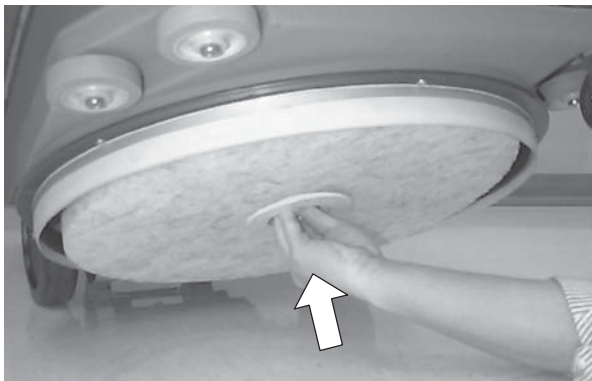

FIG. 7
3. Centrez le système de blocage sur le système d'entraînement du patin et fixez-le fermement (Figure 7).